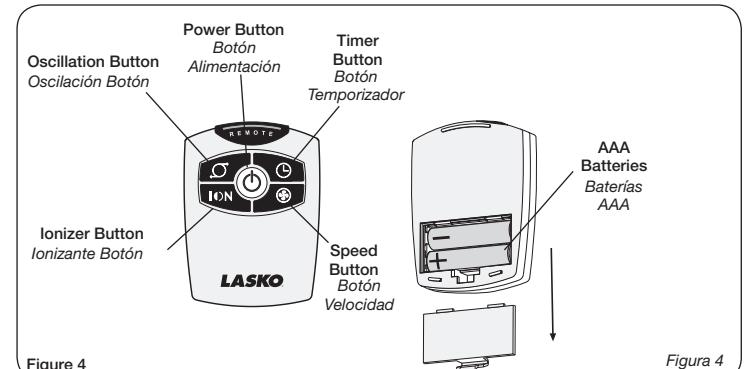

Figura 4
1. Instale la baterías suministró como mostrado en la Figura 4. La batería es el tipo "AAA".
Este Ventilador puede hacerse funcionar mediante los Controles Manuales ubicados en la parte superior de la unidad o con el Control Remoto (se muestra en la Figura 4).